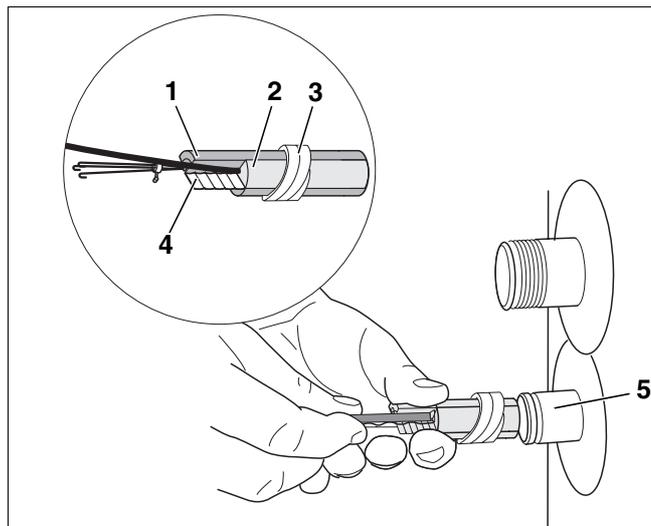

Abb. 7 Warmwasser-Temperaturfühler montieren
- Fühlerpaket (Abb. 7, **Pos. 1** bis **4**) bis zum Anschlag in die Tauchhülse (Abb. 7, **Pos. 5**) einschieben. Dabei schiebt sich die Kunststoffspirale (Abb. 7, **Pos. 3**), die das Fühlerpaket zusammen hält, automatisch zurück.
Durch die Ausgleichsfeder (Abb. 7, **Pos. 4**) wird der Kontakt zwischen der Tauchhülse und den Fühlerflächen gewährleistet und somit eine sichere Temperaturübertragung hergestellt.